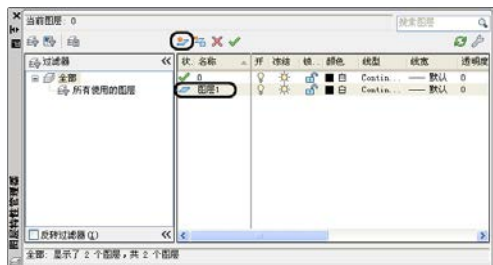

图 3.2 新建图层
(2) 在【图层特性管理器】面板中，单击【新建图层】按钮，即可新建一个图层，如图 3.2 所示。